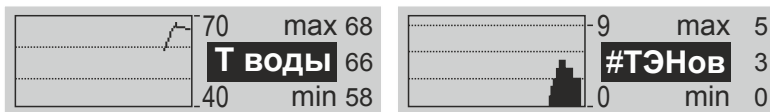

Рисунок 8.
4.7.5 Окна временных графиков показаны на рис. 8, 9